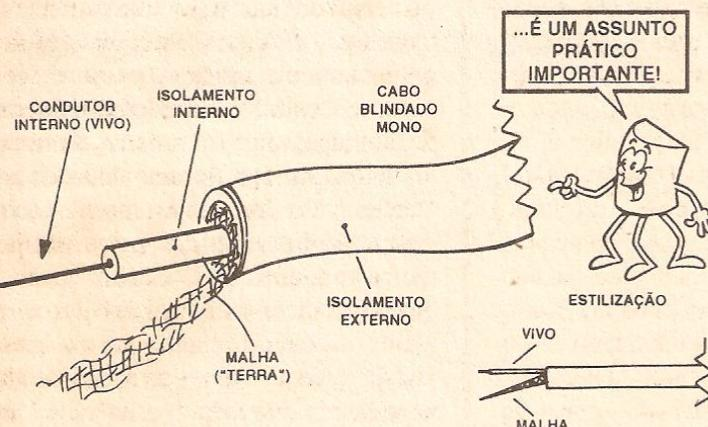

FIG. 8
- FIG. 8 - O CABO BLINDADO MONO, SUA CONSTRUÇÃO E SUA ESTILIZAÇÃO NOS DIAGRAMAS DE A.B.C. - A figura mostra como é constituído um cabo blindado mono (contendo um condutor central, isolado, chamado de “vivo”, e a “malha” de “terra”, tudo recoberto por um isolamento externo. Ao lado da aparência do dito cabo, temos a fórmula visual adotada pelos desenhistas técnicos do A.B.C. para representá-lo nos nossos diagramas... Trata-se de uma “estilização” (simplificação
cabo, quando das ligações... Assim, na estilização, sempre um dos cabos vivos é mostrado em preto, e o outro em branco (não dá para imprimir as páginas internas da Revista a cores; ficaria muito caro e Vocês, seus “duros”, se recusariam a comprar o A.B.C. pelo preço resultante...), para que a diferenciação e identificação não deixe dúvidas. Lembrem-se, então: nos CHAPEADOS do ABC (vistas “reais” das montagens dos circuitos práticos...), os cabos blindados são sempre representados de uma das formas aqui mostradas (figs. 8 e 9).